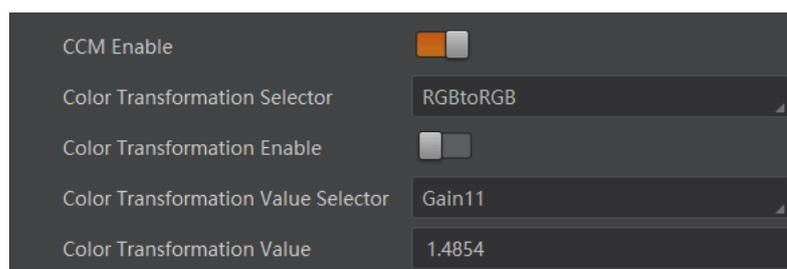

图11-7 设置方法一
- 不开启 *Color Transformation Enable* 参数时，可根据实际需求在 *Color Transformation Value Selector* 中选择参数，修改对应的 *Color Transformation Value* 参数值，如图 11-7 所示。